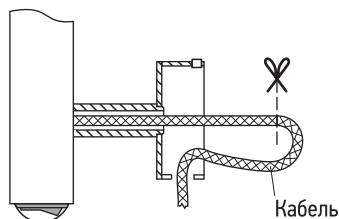

Рис. 4
- 3.8. Для подключения через скрытую проводку необходимо обрезать провод, отступив от коробки скрытого подключения примерно 50 мм, и вытащить его внутрь (рис. 4).